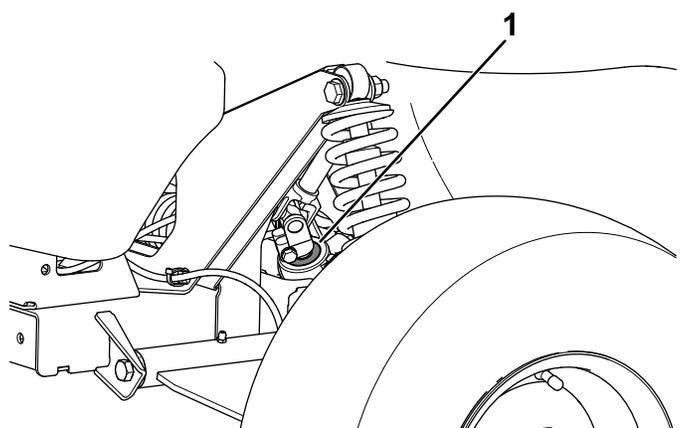

Figure 55
**Important:** Vérifier l'état et la fixation du joint de l'arbre de pignon (Figure 55).